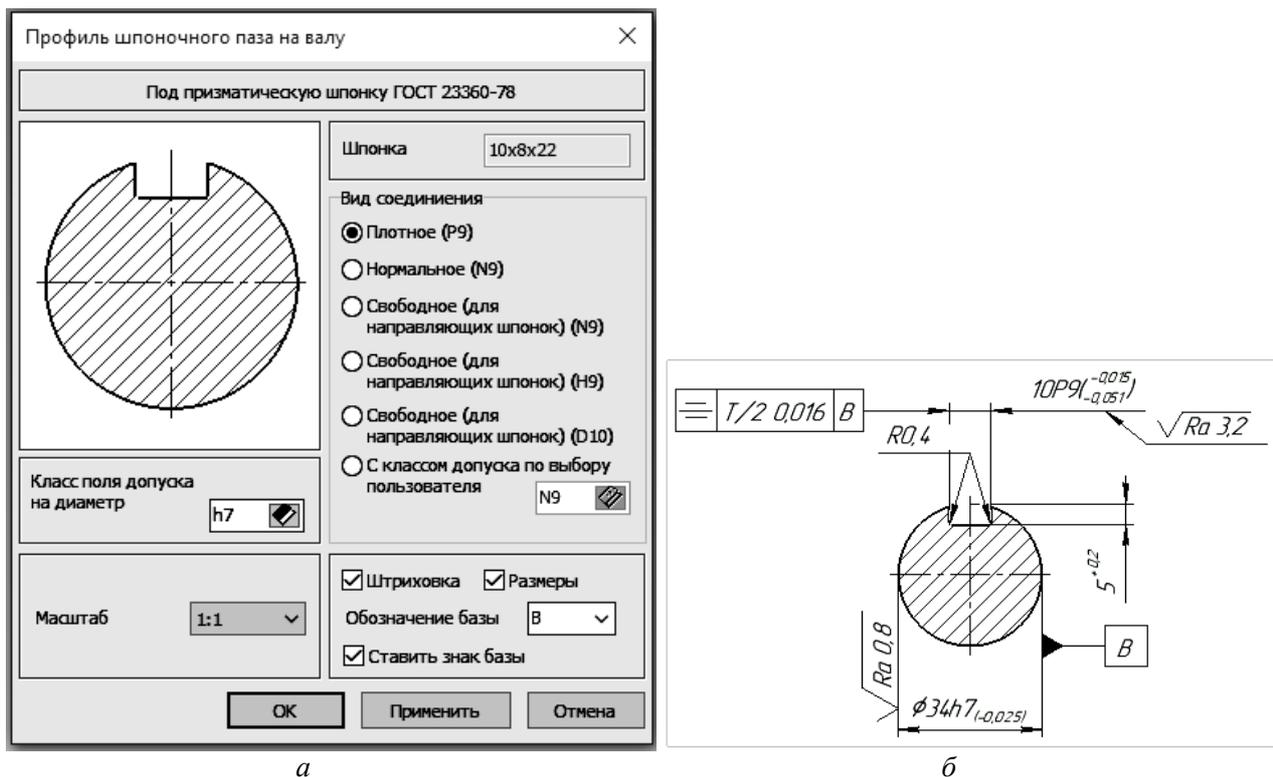

Рис. 15.18. Выбор параметров профиля шпоночного паза (а) и результат его построения (б)
6.3. Для построения профиля шпоночного паза необходимо выделить четвертую цилиндрическую ступень в дереве построения (Цилиндр. $D = 34$, $L = 37$) выделить «Шпоночный паз под шпонку 10x8x22», выбрать вкладку «Дополнительные построения» → «Выносной элемент». Ввести необходимые параметры. При необходимости можно изменить стандартные параметры, выбрать вид соединения, класс поля допуска, масштаб и т. д. После нажатия кнопки «ОК» на чертеж будет добавлен выносной элемент – профиль шпоночного паза с размерами (рис. 15.18).